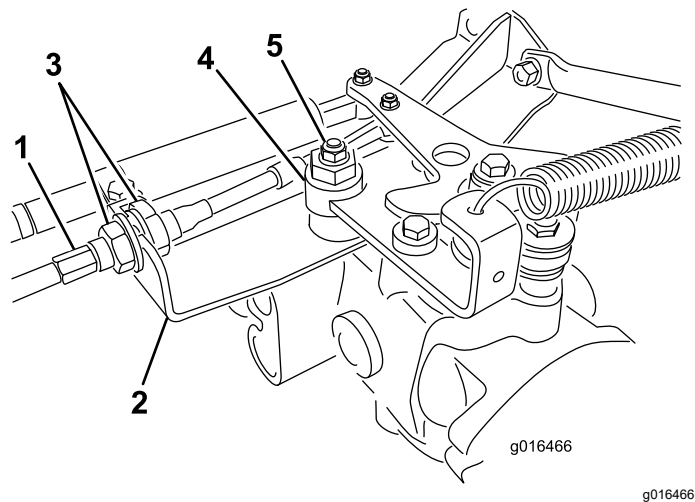

Figura 41
- A. Slăbiți ambele contrapiulițe care fixează cablul de comandă al tracțiunii la placa despărțitoare de pe sistemul hidrostatic (Figura 41). Asigurați-vă că respectivele contrapiulițe sunt slăbite în mod egal și suficient pentru a permite reglarea.
Notă: Slăbiți piulița care fixează excentricul la partea superioară a hidrostatului (Figura 41).
- E. Când roata se oprește, strângeți contrapiulița excentricului și reglați (Figura 41).
cablul de tracțiune pe placă (Figura 41). Nu răsuciți cablul.